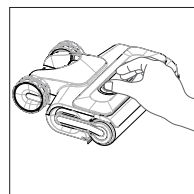

Fig. 13 – Retirada de la cubierta
- ▶ Retire la cubierta del rodillo de microfibra presionando a la vez los dos botones de desbloqueo de la parte superior y tirando de la cubierta hacia arriba (**véase Fig. 13**).